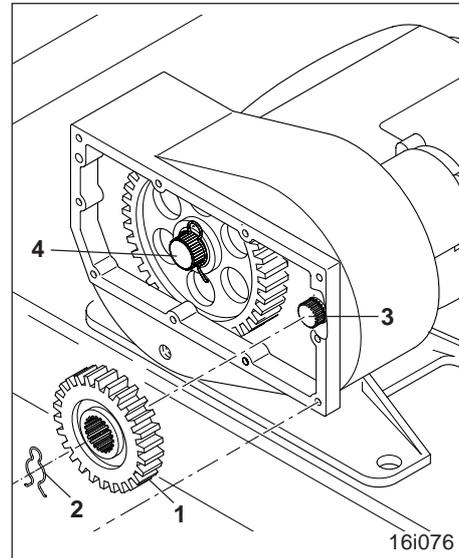

Fig. 9.8
- Pour éviter que les pignons (fig. 9.8/1) ne puissent se déplacer axialement, ils sont bloqués à l'aide de clips élastiques (fig. 9.8/2). Retirez les clips élastiques (fig. 9.8/2) puis retirez les pignons de leurs arbres respectifs (fig. 9.8/3 et fig. 9.8/4). Permutez les pignons en vous basant sur les indications fournies par le tableau (fig. 9.6), ou mettez à leur place un autre jeu de pignons.
- Remplacez sur les deux arbres les clips (fig. 9.8/2) de blocage.